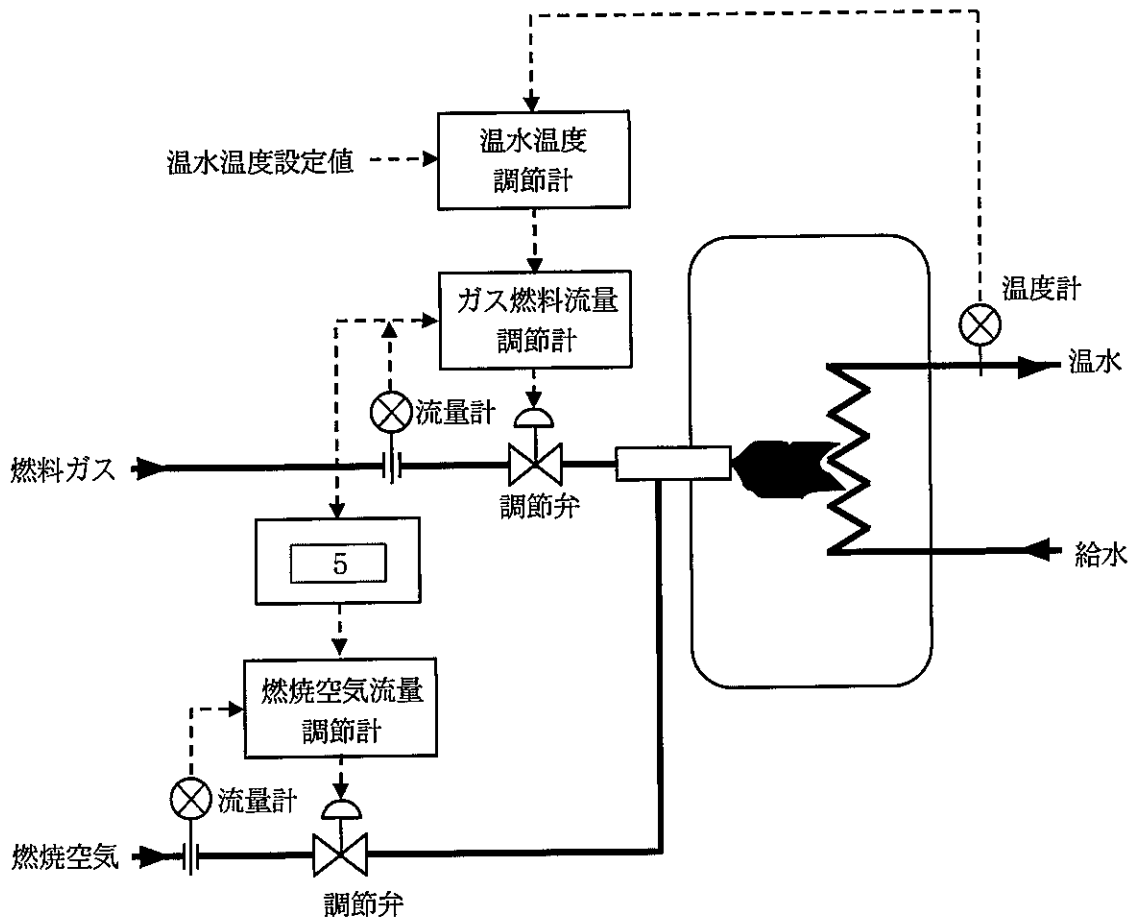

図 1 温水加熱器の温度制御
(1) 図 1 は、ある工場の温水加熱器の温度制御について示したものであり、工場の温水需要に対してガス燃焼を調節することにより、温水加熱器から一定温度の温水を供給している。この制御では、温水温度調節計の出力がガス燃料流量調節計の目標値を与えている。
1) 図1の温水温度制御では、温水温度調節計の出力信号によってガス燃料流量調節計の目標値を定めて、温水温度を一定に保つように制御している。温水温度調節計とガス燃料流量調節計によるこのような制御を [1] という。ここで、温水温度調節計を [2]、ガス燃料流量調節計を [3] と呼ぶ。ガス燃料流量調節計を設けることにより、燃料ガスの供給圧の変動などの [4] が温水温度に影響する前に処理し、温水温度を安定させることができる。
3) 図1の温水温度調節計がP動作のみの調節計で、設定値を80℃、PBを25%、偏差がないときのバイアスを50%、測定値・目標値のスパンを100℃とする。ある運転条件のとき、温度調節計の出力が70%でバランスしたときを考える。